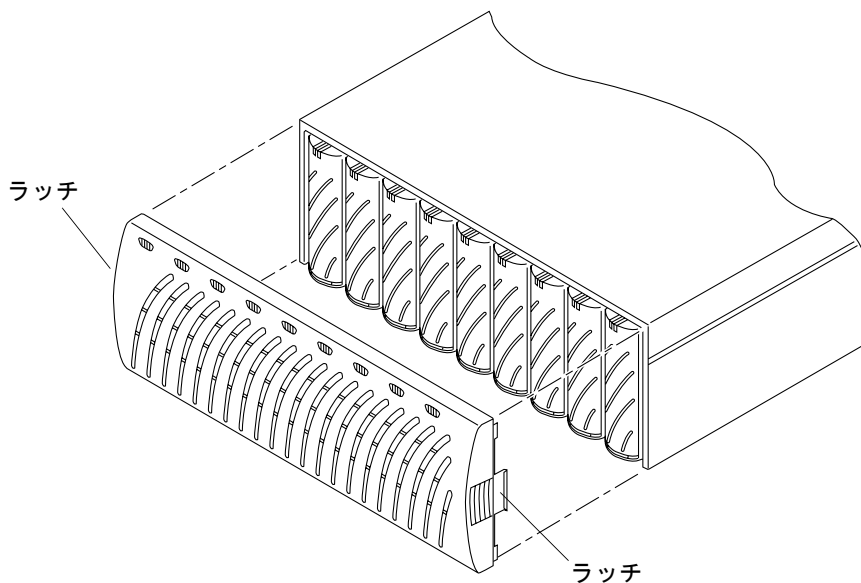

図 14-1 正面パネルの取り外し
2. 側面のラッチを押し込み (図 14-1 を参照)、正面パネルを手前に引き出して取り外します。